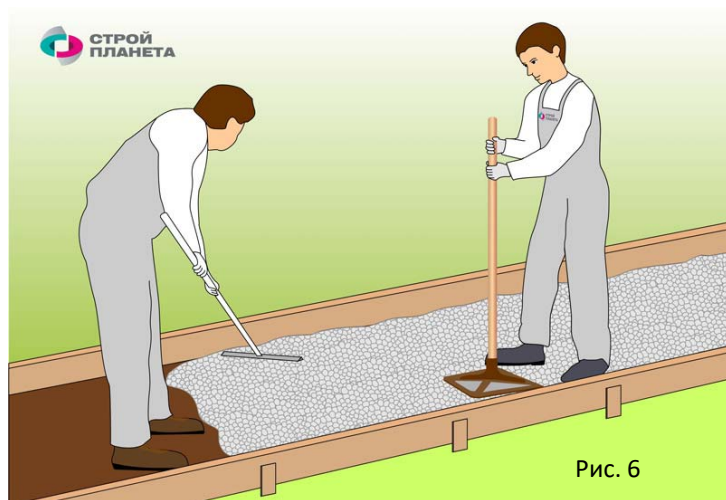

Рис. 6
3. Утрамбуйте щебень ручной трамбовкой (**Рис.6**)